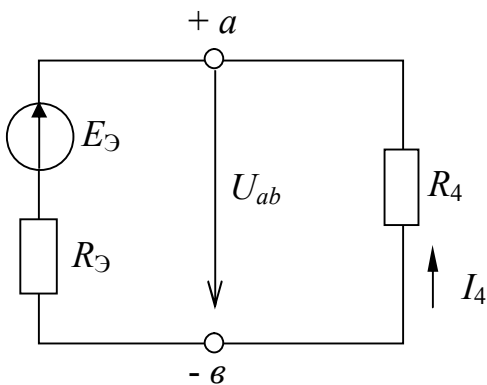

Рис. 2.9
эквивалентной схеме замещения (рис.2.9) соединяется последовательно с исследуемой ветвью:
3. Определение тока в исследуемой ветви (рис. 2.9)